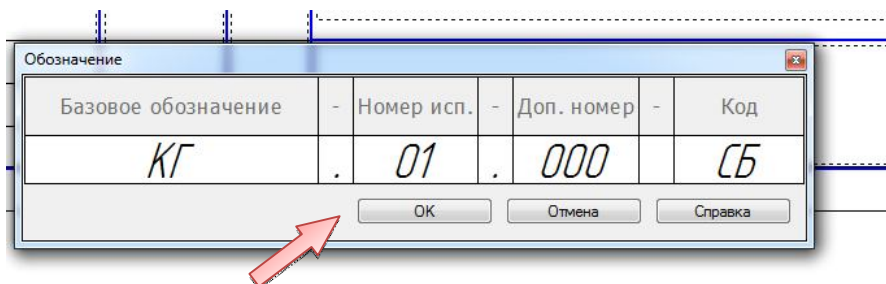

Рис. 2.3. Пример заполнения шифра в основной надписи
- Два раза щелкните ЛК в графе «Обозначение» основной надписи и укажите шифр чертежа или заполните поле вручную (рис. 2.3).